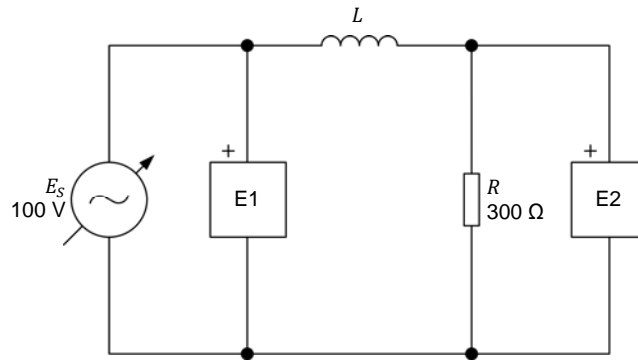

Figure 1-15. Circuit ca avec une résistance et une bobine.
8. Montez le circuit montré dans la figure 1-15. Ce circuit contient une résistance R et une bobine L . Les bobines sont étudiées dans la prochaine unité de ce cours.
La valeur de la bobine L dans le circuit de la figure 1-15 s'appelle l'inductance et est exprimée en henrys (H). La valeur d'inductance à utiliser dépend de la fréquence de la source d'alimentation ca, tel qu'indiqué dans le tableau 1-2.